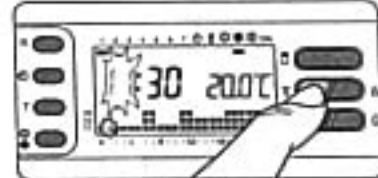

Fig. 19
3.5 - Premere il pulsante  $\nabla$  oppure  $\Delta$  fino a raggiungere l'ora esatta (fig. 19).